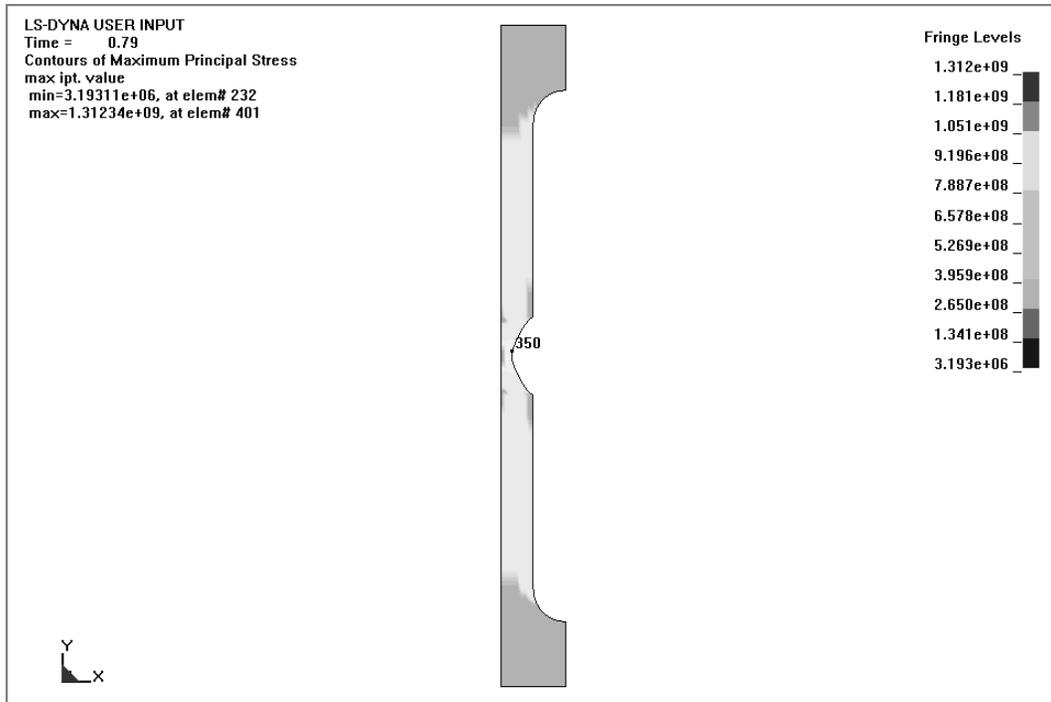

Рисунок 48. Выбор узловой точки для построения графика
- Затем необходимо указать «мышью» узловую точку, в которой по результатам вычислений будет построен график (Рисунок 48).